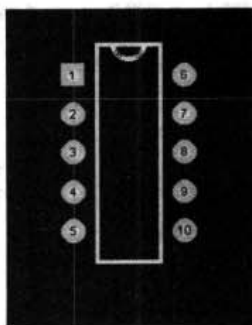

图 17-10 绘制圆弧
- (9) 外形轮廓绘制好之后, 再绘制元件封装的圆弧结构。执行菜单命令 Place|Arc, 光标变成十字形, 在要绘制圆弧的位置单击的左键, 确定圆弧的中心, 然后移动鼠标, 确定圆弧的起点。在移动过程中, 不要按住鼠标的左键和右键。当移动到确定位置上后, 单击左键, 确定圆弧的起点, 用相同的方法确定圆弧的终点, 绘制好圆弧后的图形, 即如图 17-10 所示。